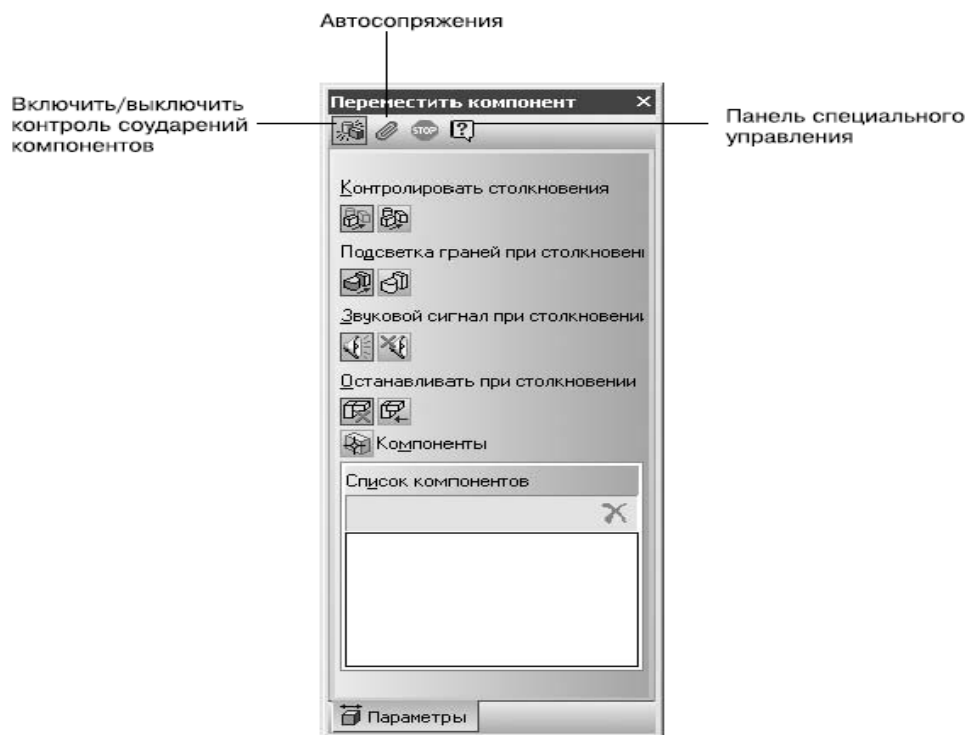

Рис. 1.32. Элементы управления панели свойств при перемещении компонента сборки
- **Контроль соударений.** Эту функцию можно активизировать с помощью команды Контроль соударений контекстного меню или используя кнопку Включить\выключить контроль соударений компонентов на панели специального управления, которая расположена слева или сверху от панели свойств (рис. 1.32). При включенном контроле соударений система не дает перемещаемой или поворачиваемой детали проникать в соседние компоненты сборки. При столкновении двух деталей место столкновения сразу подсвечивается красными линиями и выдается звуковой сигнал. Кроме того, передвижение модели далее в этом направлении становится невозможным.
- **Автоматическое сопряжение перемещаемой детали с окружающими ее ближайшими компонентами.** При этом система старается самостоятельно подобрать наиболее подходящие сопряжения при приближении элементов деталей (границы, вершины и ребра) друг к другу. Эту функцию можно активизировать так же, как и контроль соударений: с помощью команды контекстного меню Автосопряжения или кнопки Включить\выключить режим автосопряжений на панели специального управления (см. рис. 1.32).